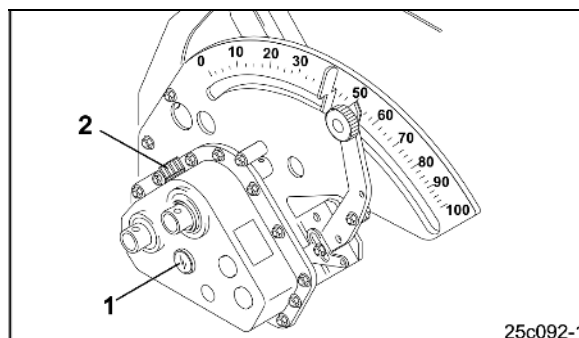

Рис. 125
6. Заполните бесступенчатый редуктор через заправочный патрубок (Рис. 125/2) до смотрового глазка гидравлической жидкостью.